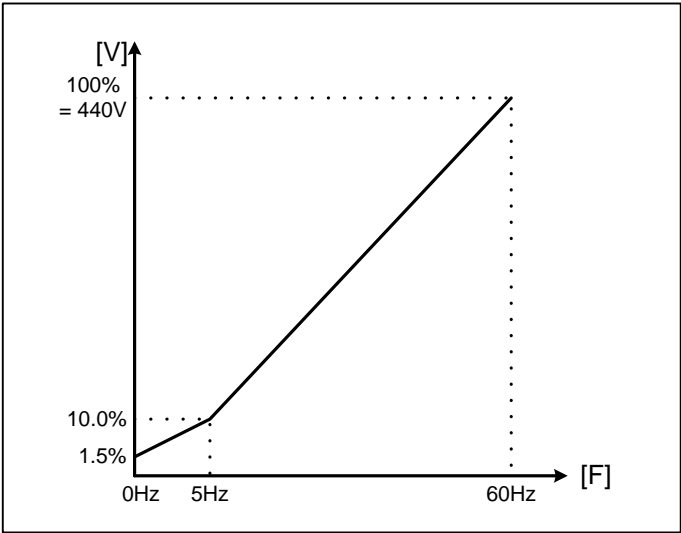

图7.4-3 V/F 用户曲线设定
► 希望输出电压(V)和频率(F)的比率任意调整(参见图7.4-3)